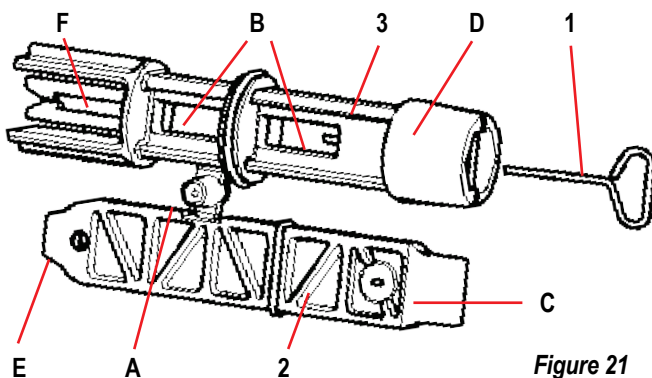

Figure 21
1. clé en métal à section hexagonale (Fig.21 – 1) ;
2. clé en plastique plate (Fig.21 – 2) ;
3. clé en plastique cylindrique (Fig.21 – 3).
La clé « 1 » est insérée à l'extrémité « D » de la clé « 3 ». Lors de la première utilisation, séparer les clés en plastique « 2 » et « 3 », qui sont assemblées par un pont (Fig.21 – A) :